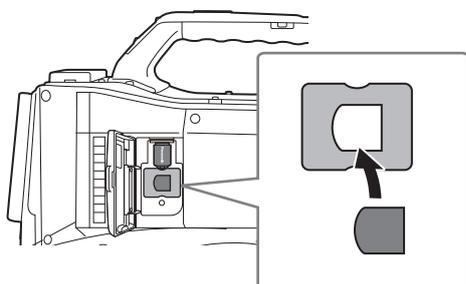

Fig. 4
- 4** (AJ-WM50 uniquement) Placez le support de module sous le module sans fil. (Fig. 4)